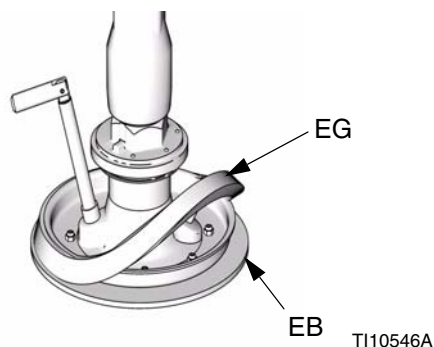

FIG. 12 : Glisser l'entretoise
2. Ensuite, saisir l'entretoise (EG) à la main et la sortir du plateau, en la rabattant par dessus le bord et les racleurs inférieurs (EB). Voir FIG. 12.
3. Conserver l'entretoise (EG), car elle peut resservir pour d'autres applications.
1. Vérifiez que le côté le plus grand de l'entretoise (EG) soit face au **sol**. Soulevez l'entretoise (EG) à la main jusqu'à ce qu'elle soit complètement au-dessus du rebord du plateau. Voir FIG. 12.